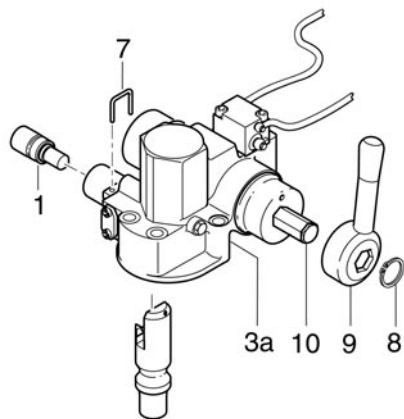

Abb. 2
2. Wechseln der Sicherung (s. Abb. 2)
- Sicherungsbügelenden aufbiegen und Bügel (7) herausziehen
- Sicherung (1) komplett aus dem Gehäuse ziehen
- Neue Sicherung (1) bis zum Anschlag in die Bohrung schieben (Sicherung sitzt fest)
- Neuen Drahtbügel (7) einführen
- Handhebel (9) leicht nach oben drücken: Beweglichkeit der Sicherung (1) prüfen
3. Wechseln des Handhebels (s. Abb. 2)
- Sicherungsring (8, s. Abb. 2) mit Sicherungsringzange **A1** von der Handhebelachse (10) entfernen
- Handhebel (9) abnehmen
- Drehfederkappen (13) mit geeignetem Montagewerkzeug links und rechts festklemmen
- Sicherungsring (11) mit Sicherungsringzange **A1** abnehmen
- Neuen Sicherungsring (18x1,5) in die Nut (12) einsetzen
- Handhebelachse (10) vorsichtig durchschieben
- Distanzbuchse (D) abnehmen
- Sicherungsring (14) mit Sicherungsringzange **A1** abnehmen